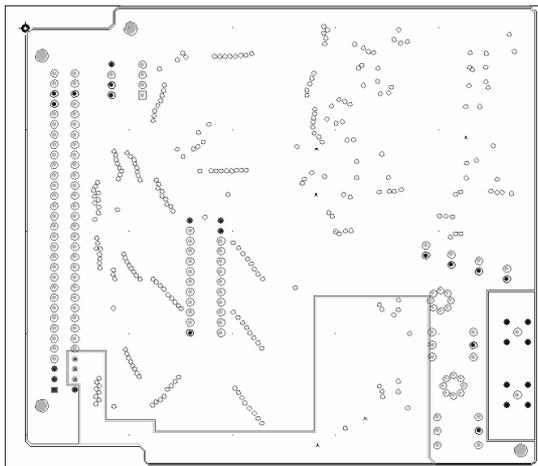

图 12-22 分割完成后的最终效果图
(8) 同理，可以根据实际设计的需要继续分割平面层。注意，分割的原则是，尽量将属于一个地网络或电源网络的过孔包含在分割区域中，这样才能通过平面层的灌铜操作使之连接。最终完成本例的平面层分割，如图 12-22 所示。